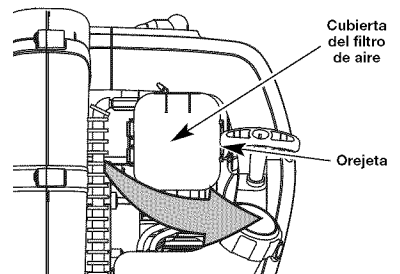

Fig. 20
8. Gire la tapa hacia la derecha hasta que la lengüeta que está en la placa posterior del filtro de aire caiga en su lugar en la ranura que está sobre la tapa del filtro de aire (Fig. 20).